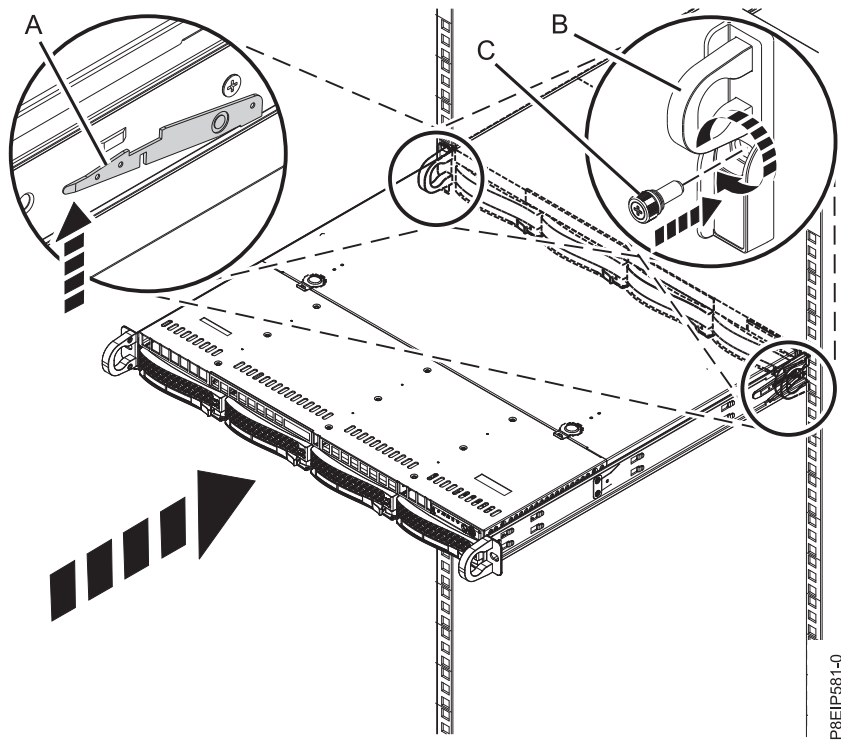

Figure 60. Mise en position de fonctionnement du système
4. Libérez les loquets de sécurité des glissières (A) en les soulevant, comme illustré dans la figure 60, à la page 97, puis insérez le système complètement dans l'armoire.